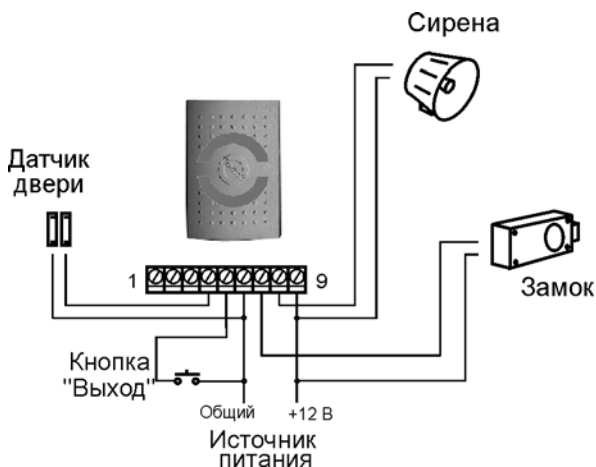

Рисунок 4 – Вариант подключения УКД
- Управление замком (см. рисунок 4) осуществляется подачей или снятием напряжения 12 В на время открытия замка. При этом длительный ток нагрузки на управляющем выходе УКД не должен превышать 1,5 А.